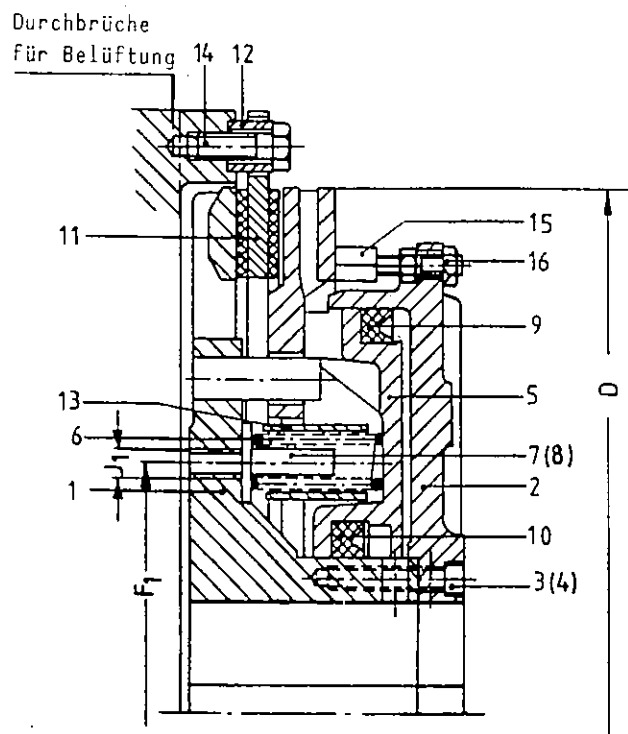

Abb. 1: Zwölfpunktbefestigung der Lamelle
2.1 Zwölfpunktbefestigung der Lamelle (Abb.1)